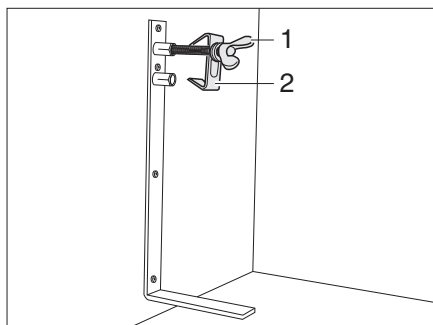

Fig. 190 Etrier de roue de secours
- Desserrer la vis (Fig. 190,1) et l'enlever avec le centrage (Fig. 190,2).